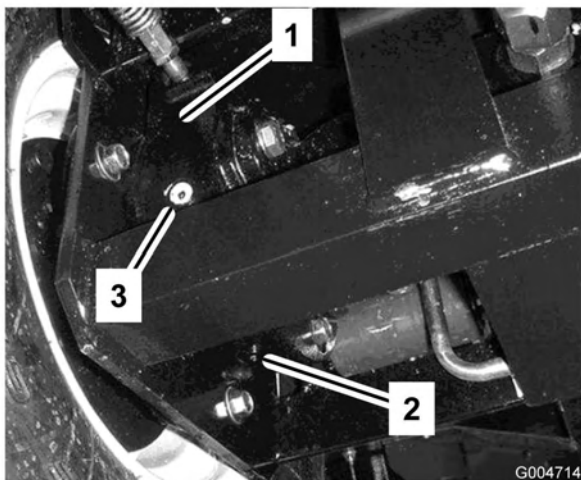

Figura 59
4. Coloque um recipiente de escoamento debaixo da caixa dos travões do lado oposto da roda (Figura 59).